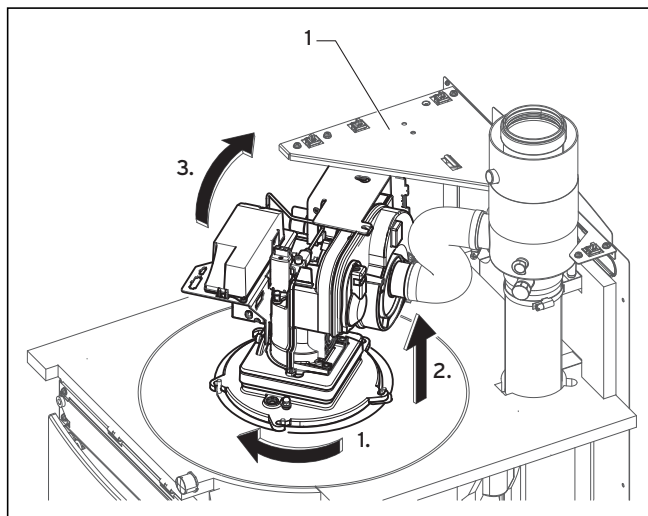

Fig. 7.4 Dégagement et retrait du brûleur
- Dégagez le brûleur en le faisant légèrement pivoter dans le sens des aiguilles d'une montre. Faites pivoter le brûleur de 180° vers l'arrière (voir Fig. 7.4) et mettez-le en place avec l'ouverture de la plaque de support sur la vis de service.